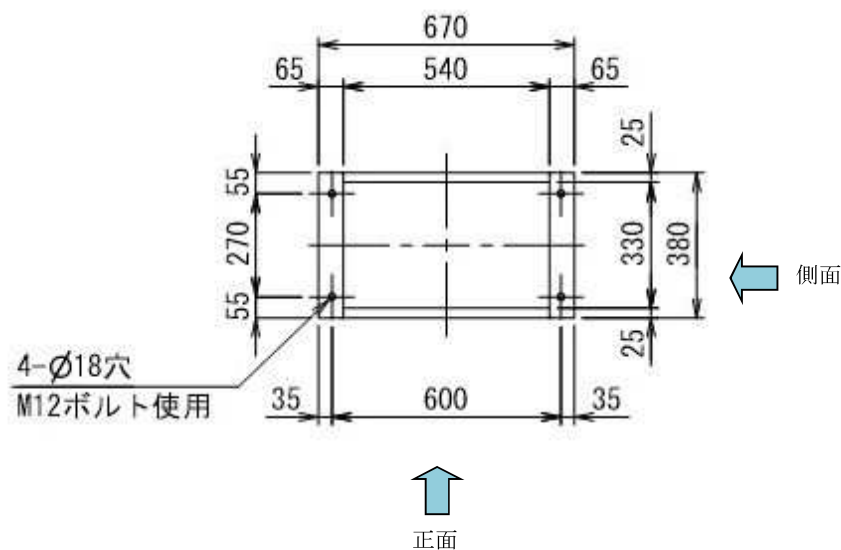

図3. アンカーボルト取付け位置
基礎工事の際は正面図指示の所定位置に、図3を参考にして正確に行ってください。
① アンカーボルト施工（打ち込みアンカーの例）
- (i) 図3によりアンカーボルト（4本）の位置を決め、使用するアンカーボルトの仕様に従いドリルで所定の穴径、深さの穴をあけてください。
② 据付け